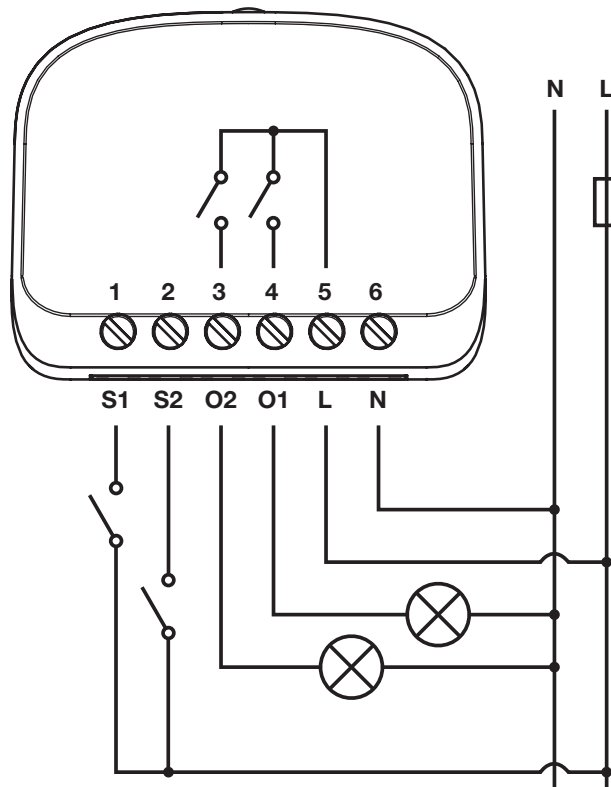

fig.1 Schéma de câblage BiDi-Switch
La mémorisation et la programmation sont possibles via le bouton de programmation (figure 1) du BiDi-Switch.
1.	Appuyer sur le bouton de programmation et le maintenir enfoncé (fig. 1).
2.	Relâcher le bouton de programmation (fig. 1) lorsque la LED s'allume en rouge (1ère position).
1.	Appuyer sur le bouton de programmation (fig. 1) et le maintenir enfoncé.
2.	Relâcher le bouton de programmation (fig. 1) lorsque la LED s'allume en orange (2ème position).
2.	Relâcher le bouton de programmation (fig. 1) lorsque la LED s'allume en vert . (3ème position).